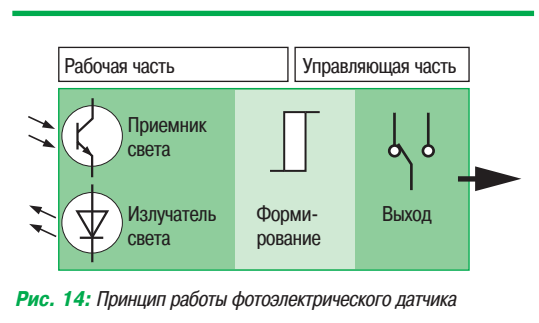

Рис. 14: Принцип работы фотоэлектрического датчика
5.1. Принципы работы (см. Рис. 14)